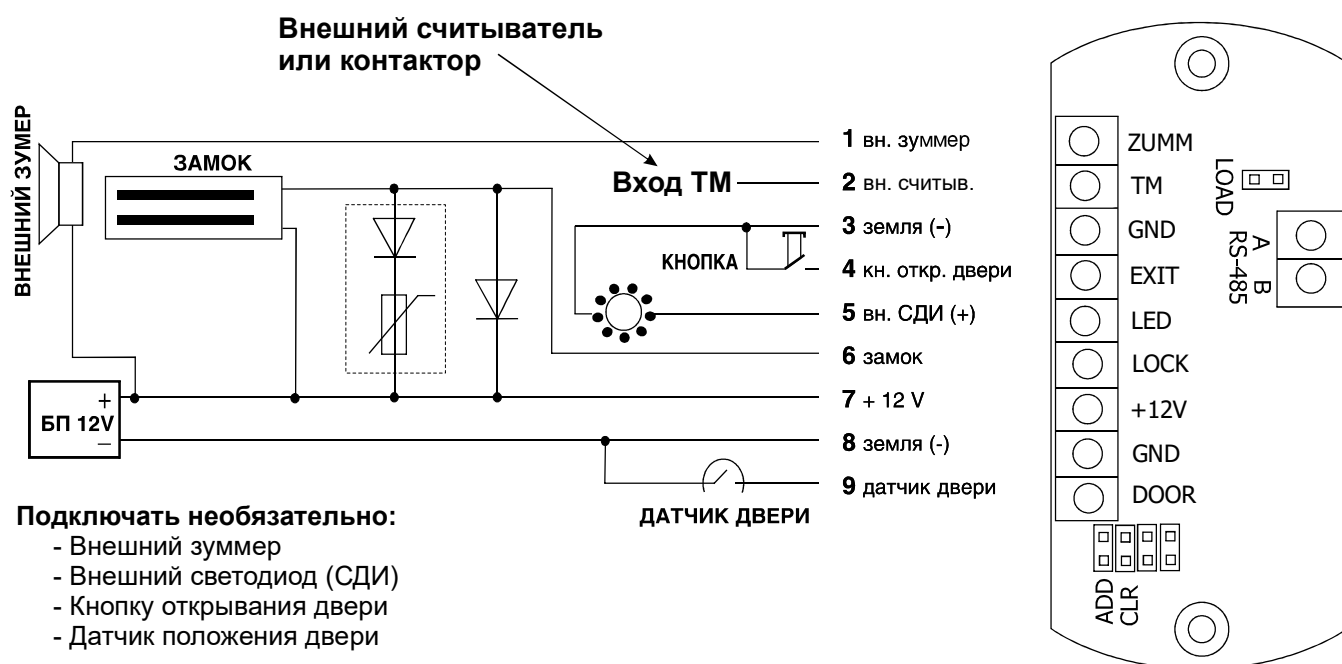

Рис.3 Подключение устройств
- в случае, если замок электромеханический, установите защитный диод (см. Рис.3). Перемычку поставьте в **Положение №1**.
Важно! Электромагнитный замок открывается только после прекращения тока в его катушке, и от скорости падения тока зависит задержка открывания двери. Для уменьшения этой зависимости в контроллер встроена схема гашения тока, которая превращает «лишнюю» энергию в обмотке замка в тепло, что существенно сокращает время срабатывания замка. Однако возможности схемы не безграничны, и при трафике более 25 проходов за 5 минут она может выйти из строя из-за перегрева. Для защиты схемы гашения тока для таких точек прохода необходимо установить шунтирующий диод параллельно обмотке замка. После этого время срабатывания (открывания) электромагнитного замка может возрасти на 1-3 секунды по сравнению с работающей схемой гашения тока. Если такое увеличение времени неприемлемо, то рекомендуется последовательно с диодом установить варистор на напряжение до 14 вольт и рассеиваемой энергией от 0,7 Дж (рекомендуется V8ZA2P) (см. Рис.3).